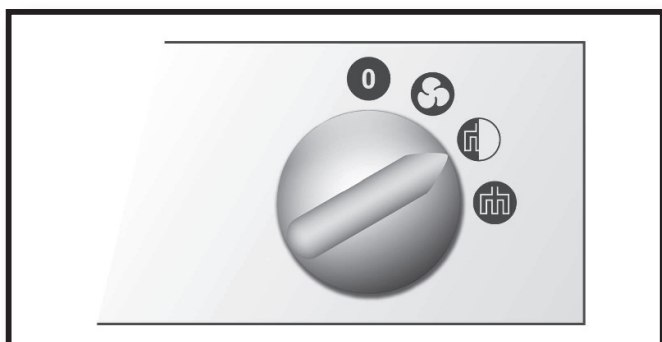

Fig. 6
- ▶ Varmeangivelse 1. grad – fig. 6